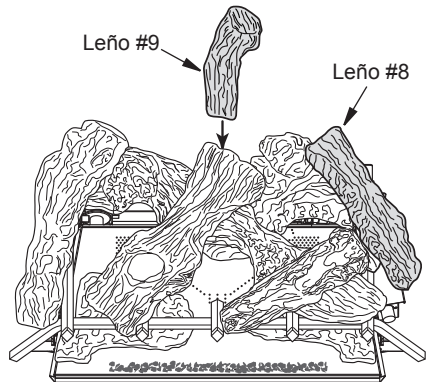

Figura 24 - Instalación de leños #8 y #9
7. Inserte las clavijas en la parte inferior del leño #8 en el agujero del leño #3. Apoye el borde frontal sobre el leño #4 (consulte Figura 24).
8. Girar el leño #9 como se muestra en la Figura 26. Insertar el leño #9 en frente del soporte de registro trasera, de la rejilla de base, insertando las clavijas en la parte trasera de registro, en la ranura del soporte de registro trasera (consulte Figura 24).